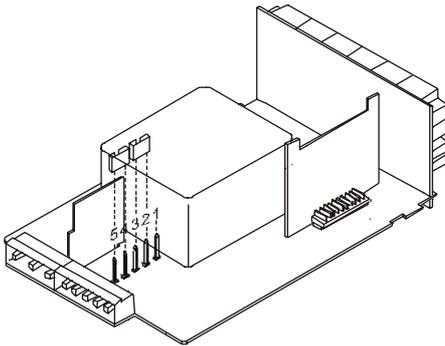

Fig. 9.2 Sélecteur d'alimentation 230V ou 48V AC
**Alimentation 115/230V AC :** Les instruments avec alimentation 115/230V AC sont livrés couplés (fig. 9.2) pour 230V AC (marché USA 115V AC). Pour passer à un couplage pour 115V AC, déplacer les deux ponts selon la figure 9.3 et le tableau 1. L'étiquette d'identification de l'appareil sera modifiée en conséquence.
**Alimentation 24/48 V AC:** Les instruments avec alimentation 24/48 V AC sont livrés couplés (fig. 9.3) pour 24V AC, voir figure 9.3. Pour passer à un couplage pour 48V AC, déplacer les deux ponts selon la figure 9.2 et le tableau 1. L'étiquette d'identification de l'appareil sera modifiée en conséquence.